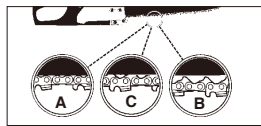

Fig. 6
**⚠ VARNING:** Om sågkedjan är FÖR LÖS eller FÖR SPÄND slits kugghjulet, svärdet, kedjan och vevaxelns lager ut snabbare. Se på fig. 6 för information om rätt kall spänning (A), rätt varm spänning (B) och som vägledning när sågkedjan behöver justeras (C).